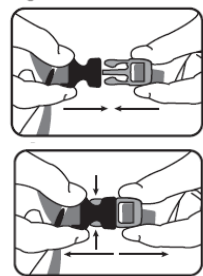

Fig. 5
5. Ajuste la posición vertical de la yugular deslizando la hebilla de unión de las correas (fig. 5).